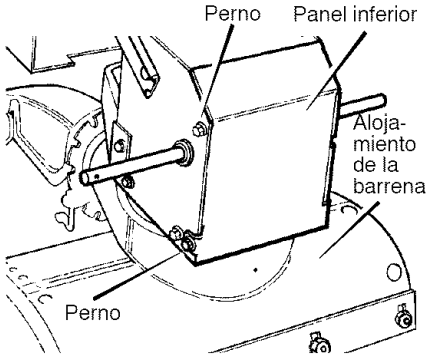

Figura 89
3. Afloje los **pernos** a cada lado del **panel inferior** (Figura 89).